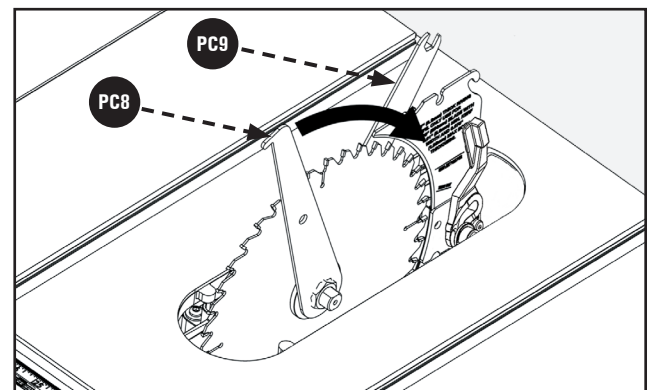

FIGURE 9
7. Serrer l'écrou avec les clés de la lame **PC8** et **PC9**. La clé à fourche entrera dans l'arbre **D** entre la rondelle d'accouplement et le moteur (si nécessaire, tourner l'arbre pour aligner sur l'arbre à la clé). La clé à extrémité fermée entrera dans l'écrou. Voir Figure 9.